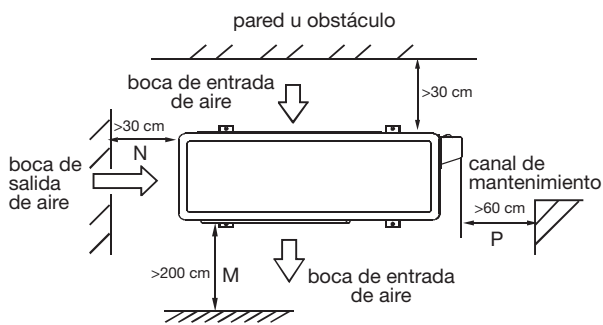

Fig. 6-5
- La distancia mínima entre la unidad exterior y los obstáculos señalados en el cuadro de instalación no significa que la misma se aplique en el caso de una sala hermética. Dejar abierta dos de las tres direcciones (M, N, P) (Ver Fig. 6-5)